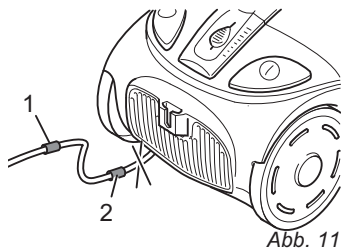
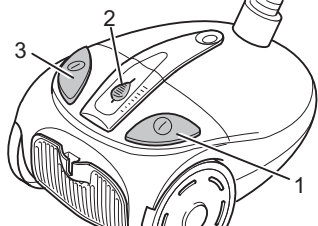

Abb. 11
Abb. 12
2. Ziehen Sie das Kabel am Stecker bis zur gelben Markierung (Abb. 11/1) heraus.
Falls die rote Markierung (Abb. 11/2) sichtbar ist, ziehen Sie das Kabel mithilfe der Kabelaufrolltaste (Abb. 12/3) wieder bis zur gelben Markierung ein. Ansonsten kann das Kabel abreißen. Es besteht die Gefahr eines elektrischen Schlags.
3. Schalten Sie den Bodenstaubsauger am Ein-/Aus-Schalter (Abb. 12/1) ein.
4. Stellen Sie die Saugleistung am Saugleistungsregler (Abb. 12/2) ein.